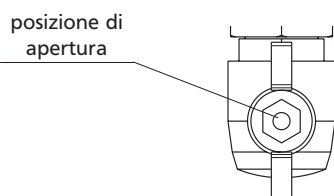

Fig. 4.1
- aprire il rubinetto ruotando in senso antiorario la manopola per permettere il flusso del combustibile (fig. 4.1).